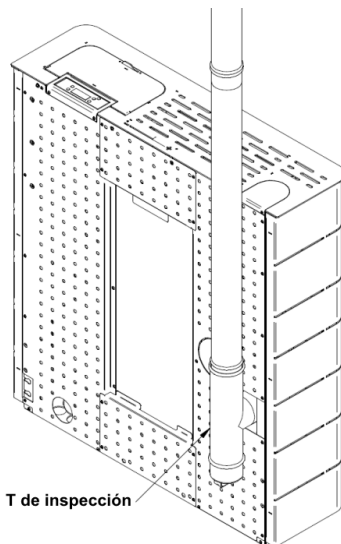

Figura 5 - Exemplo de instalação de um T de inspeção
- Conforme indicado na Figura 5, a conduta de exaustão deve ser realizada de modo a que a limpeza e a manutenção sejam asseguradas pela inserção dos pontos de inspeção.